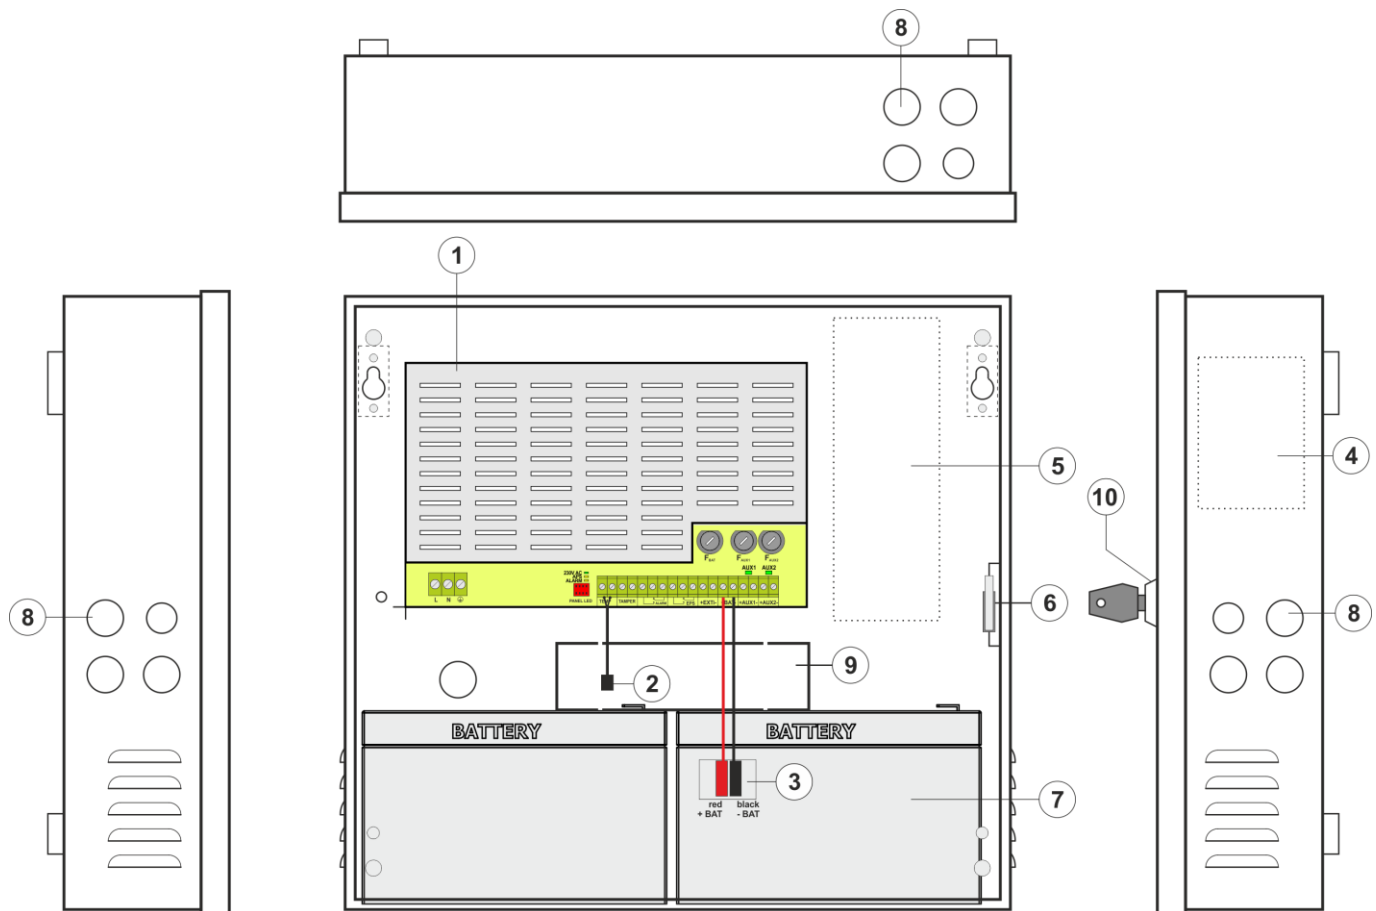

Abb. 3. Ansicht des Moduls des Netzteils auf dem Sockel EN54C-2A7LCD.
Tabelle 2. Elemente des Netzteils (Abb. 3).
5. Die Akkus am gewählten Platz im Gehäuse montieren (Abb. 3). Der Akku mit der Platte des Netzteils mit Beachtung der entsprechenden Polarität verbinden. Die Akkus bedürfen der Reihenschaltung mit Hilfe der speziellen Leitung, die sich im Lieferumfang des Netzteils befindet. Zwischen den Batterien ist ein Temperaturfühler zu montieren.